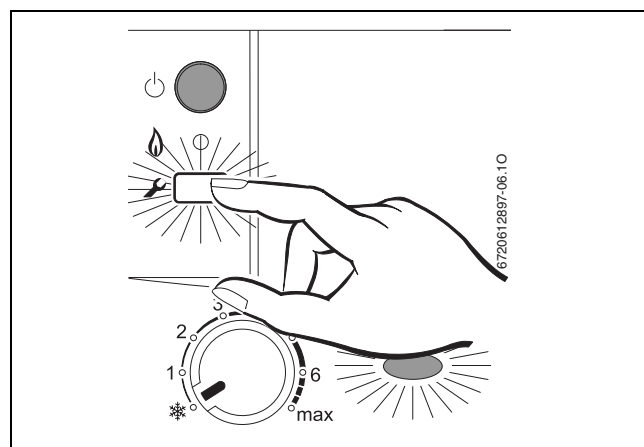

Fig. 47
- Retirer le capuchon (→ fig. 47 [1]) du bloc gaz.